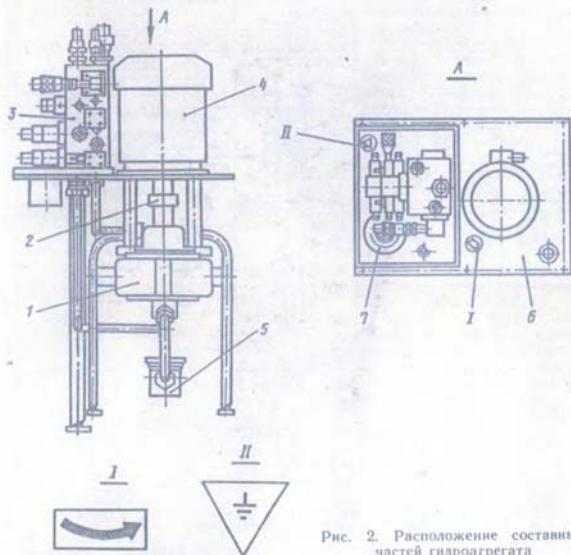

Рис. 2. Расположение составных частей гидроагрегата
1.2.1. Гидроагрегат встраивается в проем станины пресса, накрывая выполненную в станине емкость для рабочей жидкости. Гидроагрегат включает в себя насос *1* (рис. 2), приводимый во вращение электродвигателем *4*, и гидроблок *3* с регулирующей и контрольно-распределительной гидроаппаратурой.